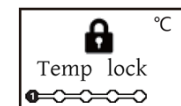

Рис. 6.1
- 1) В пункте «Temp lock:....» ("Блокировка температуры") выберите «on» для блокировки заданной температуры, нажмите для подтверждения клавишу «». Теперь при нажатии клавиш «» или «» температура не будет изменяться, а на дисплее отобразится значок замка с надписью «Temp lock» (рис. 6.1);